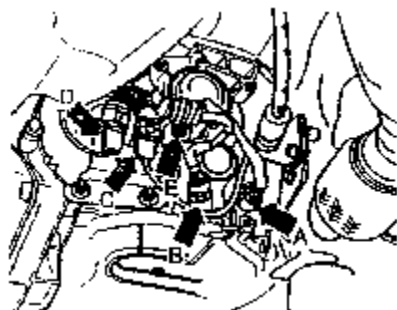

图 7-50 装配标记
- 6) 如图 7-50 所示，在箭头 C 和 D 的连接处作标记以便重新安装。
- 7) 拆下变速箱上的 A 至 D 的电气连接点和 E 处的线束卡箍（图 7-50）。